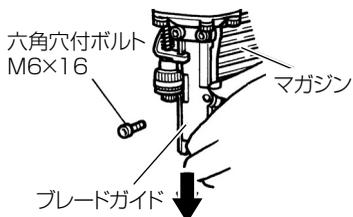

図 16
- 六角棒スパナ 5 mm (本体に取付けてあります) を使用して六角穴付ボルト M6 × 16 をはずし、ブレードガイドを下方へ引っ張ってはずします。(図 16)